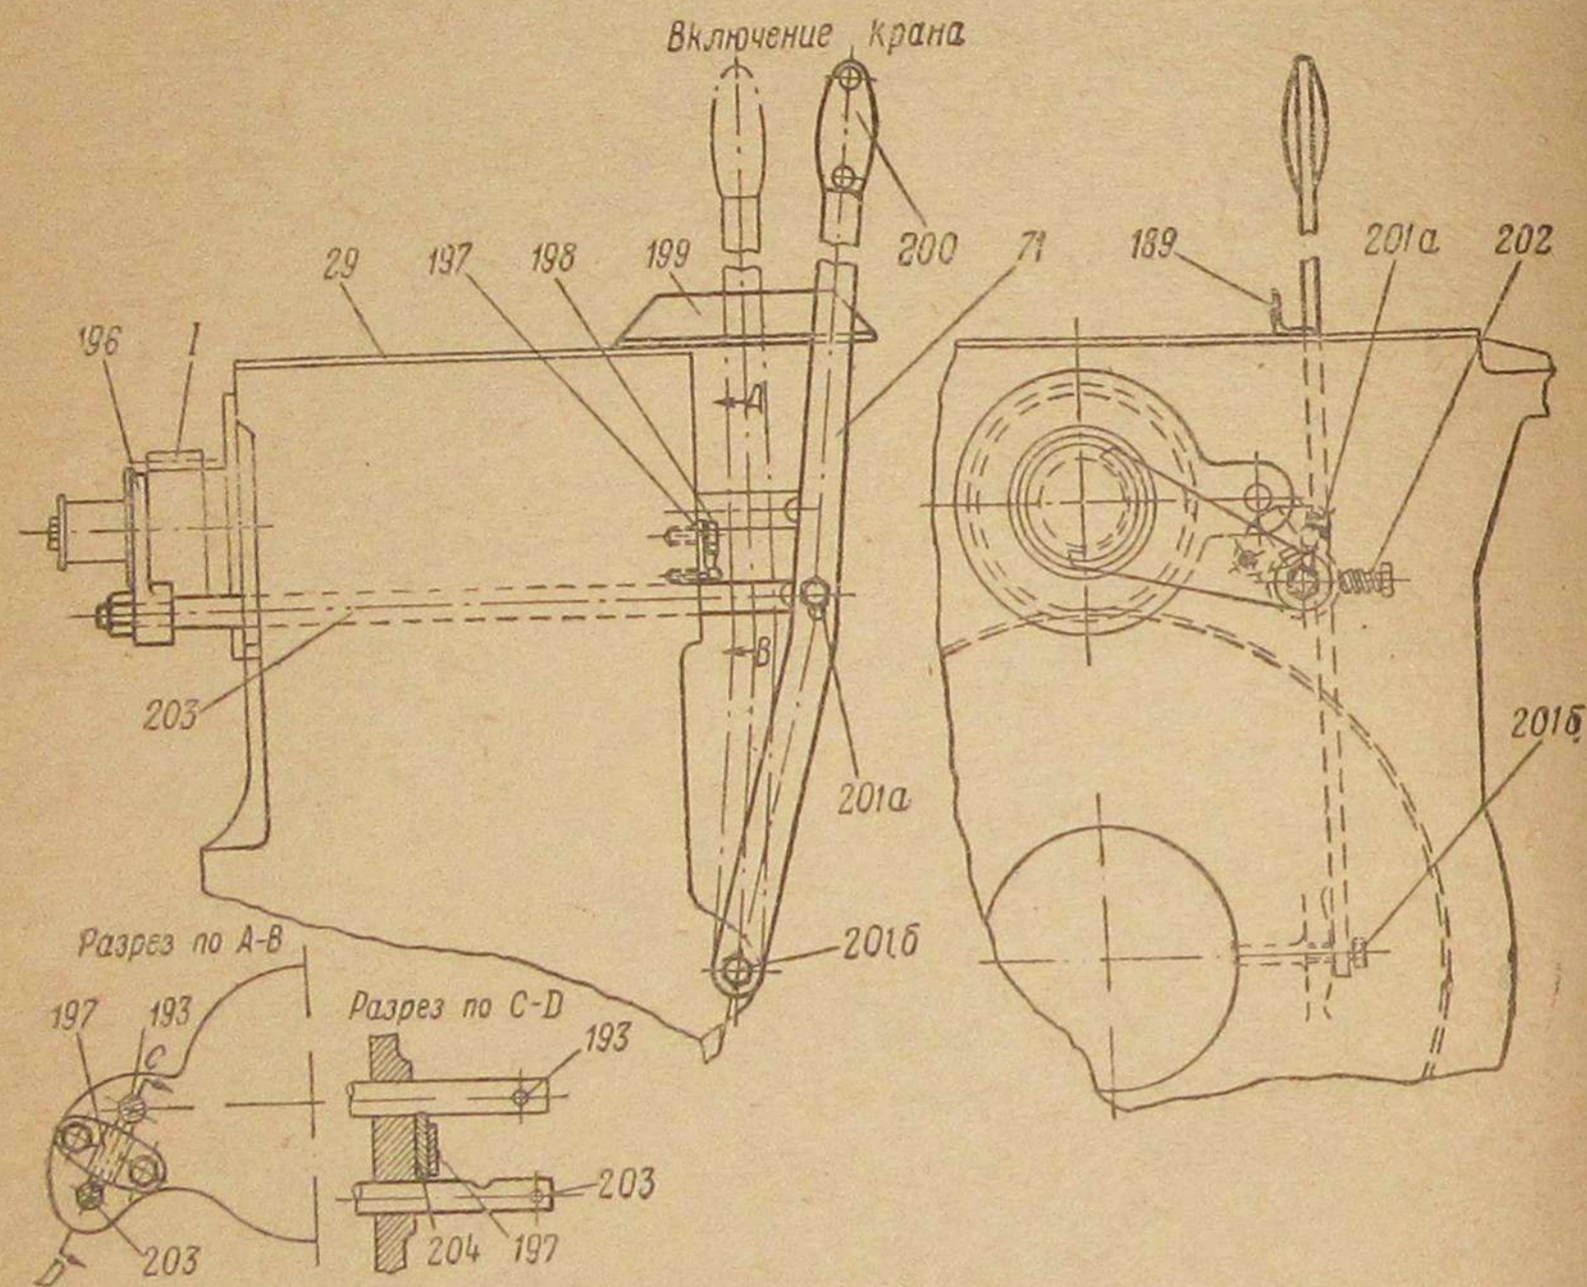

Рис. 10. Привод к крану
Рычаг 71 (рис. 10) привода крана шарнирно крепится болтом 201б к коробке 29 реверса и может перемещаться по сектору 199, в котором предусмотрены две выемки для фиксации нейтрального и рабочего положений рычага. Сектор консольно укреплен на коробке реверса.
Для предотвращения возможности одновременного включения реверса и крана на фланце коробки реверса между проходящими в коробку валиками 193 (рис. 10) и 203 поставлен фиксатор 204, удерживаемый планкой (рамкой) 197. При перемещении одного из валиков для сцепления его, вилки с соответствующей шестерней фиксатор заскакивает в выемку другого валика и не допускает его перемещения.
8. Произвести полный осмотр дрезины, набить смазку в тавотницы рессорных валиков, смазать трущиеся части, проверить тормозную систему, надежность крепления фиксатора 204 (рис. 10), не допускающего одновременного включения реверса и крана.